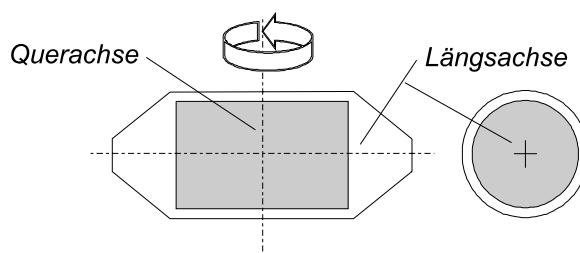
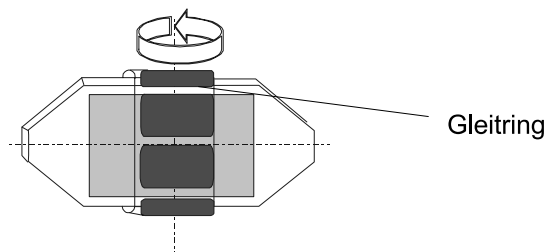

Bild 7: Rührstab **KOMET**.
Bild 8: Rührstab **KOMET** mit Gleitring
**H+P Labortechnik** hat den neuen Rührstab **KOMET** mit einem hochwertigen, superstarken Samarium-Cobalt-Magneten entwickelt (Bild 7). KOMET hat eine große magnetische Fernwirkung. Die stärkere Ankopplung an das magnetische Wechselfeld bewirkt leistungsfähigere Lauf- und Rühreigenschaften dieses Rührstabes. Selbst über größere Distanz (z. B. in hohen Meßzylindern) rührt er kraftvoll. Er dreht sogar bei gewölbtem Gefäßboden stabil. Durch die starke Magnetankopplung ist bei Samarium-Cobalt-Magneten auch die Reibung stärker. KOMET ist deshalb in der Standardausführung nicht geeignet zum Rühren von Flüssigkeiten mit Partikeln (z.B. Schlamm) und zum Rühren in Gefäßen mit rauher Oberfläche. Speziell für den Einsatz unter schwierigen Bedingungen, wie zum Beispiel auf rauhen Gefäßböden aus Kunststoff oder Edelstahl oder in feststoffhaltigen Proben wurden einige Rührstäbe der KOMET-Serie mit einem verschleißbeständigen Gleitring ausgestattet (Bild 8).